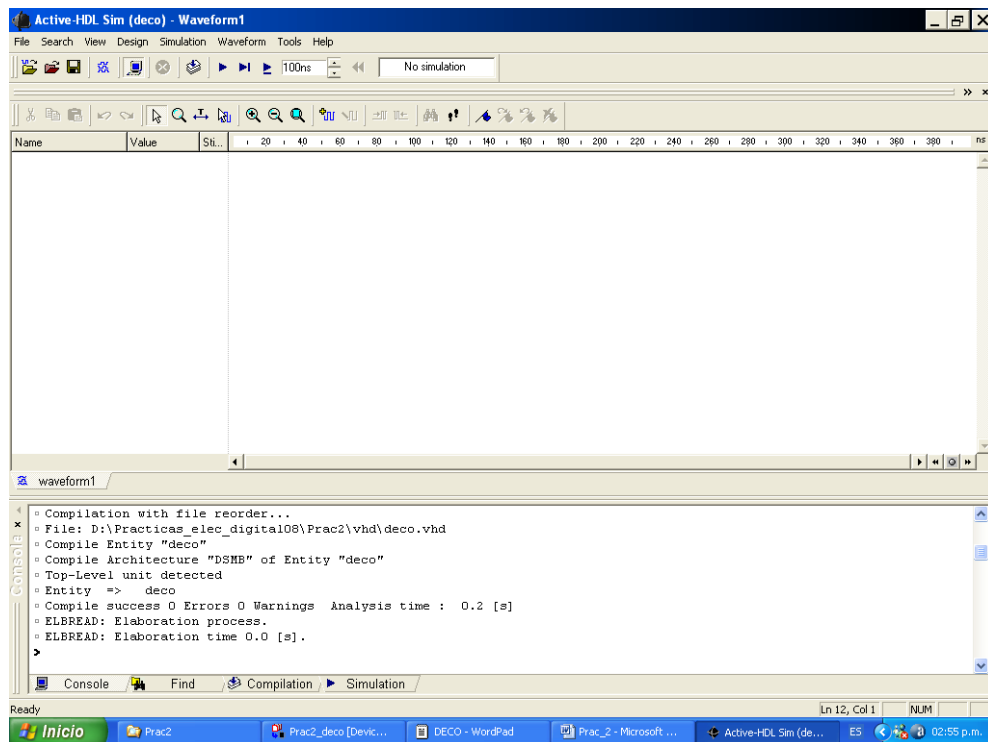

Figura 5. Ventana que muestra la compilación, en el software para la simulación.
8. Se abre el archivo *deco.vhd*, esto en: **File→Open VHDL file for simulation** y se selecciona el archivo, localizado en la carpeta *vhd*, *creada por el proyecto*. Se da <Abrir>. Al hacer eso se compila el programa apareciendo comentarios en la consola, de la ventana de simulación, como se muestra en la figura 5.